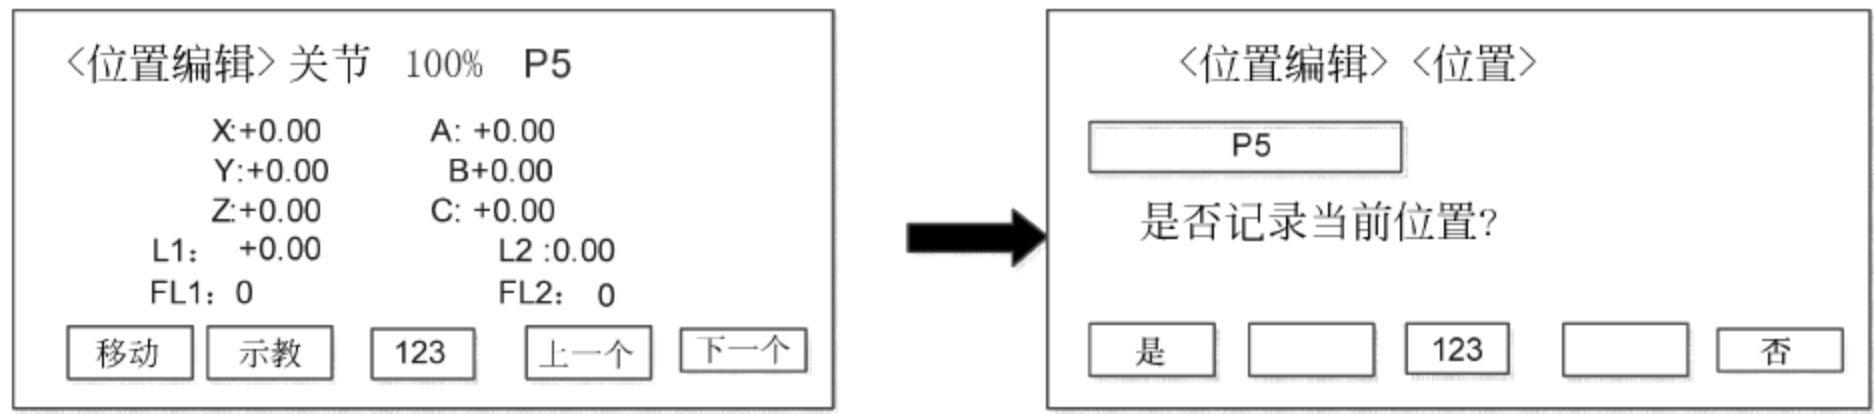

图 4-16 进入“示教确认”界面
④ 按下对应“示教”功能的按键 F2,进入“示教确认”界面,如图 4-16 所示。